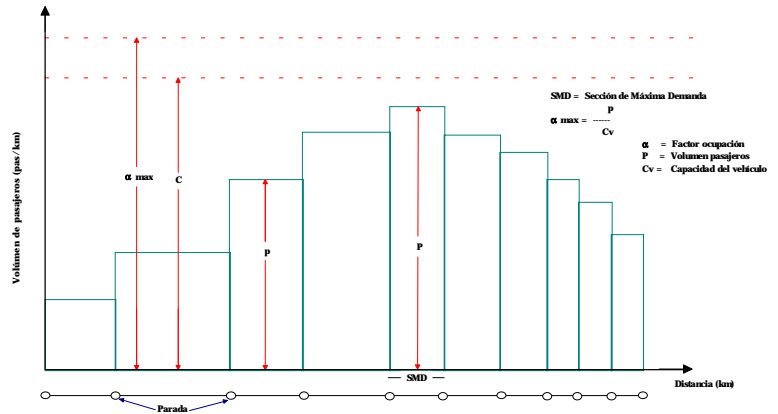

Figura 1.
La sección de máxima demanda es el punto dentro de la ruta donde se tiene el mayor número de usuarios abordo y establece el volumen de diseño de la ruta. La SMD se muestra en la Figura 1 anterior.
El volumen de diseño (P) es el que se presenta en la sección de máxima demanda de una ruta, y en consecuencia, el mayor volumen de cualquier parada o sección a lo largo de la ruta, como se muestra en la Figura 1 anterior. Este volumen es el parámetro básico para determinar la capacidad de línea que debe ofrecerse.